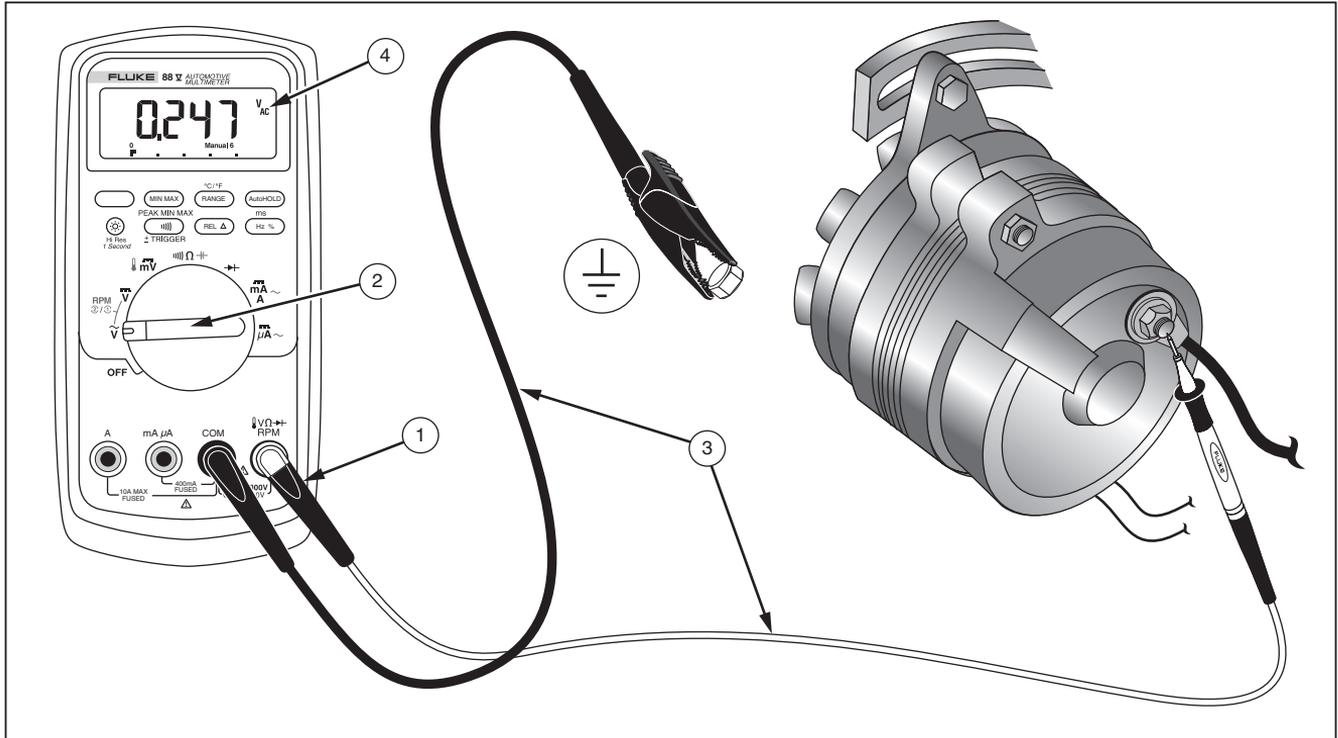

Abbildung 13. Prüfen der überlagerten Wechselspannung an einem Drehstromgenerator
1. Die Messleitungen wie in Abbildung 13 abgebildet einführen.